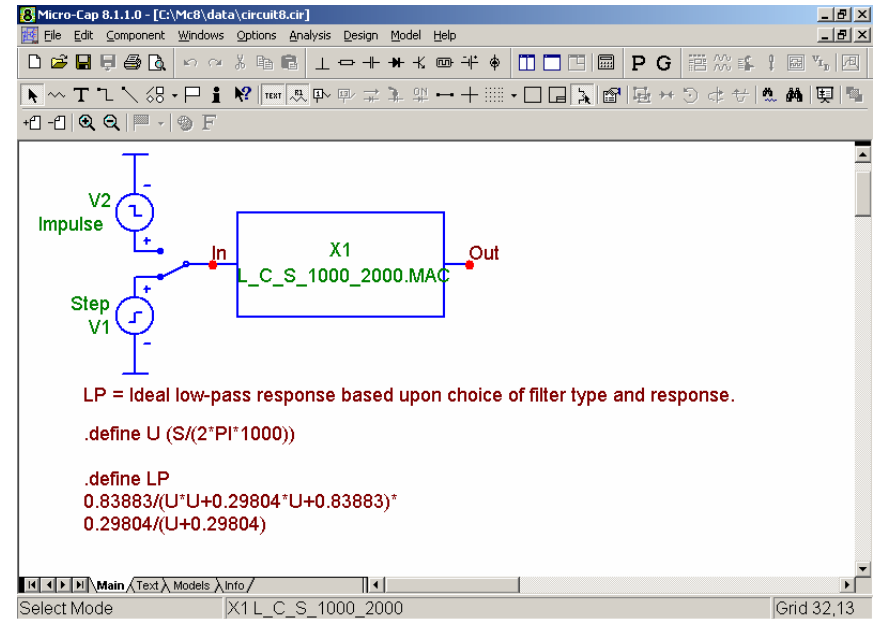

Рис. 6
**Macro** – в виде макромодели, как показано на рис. 6 (в последнем случае имя файла макромодели создается автоматически или по указанию пользователя).